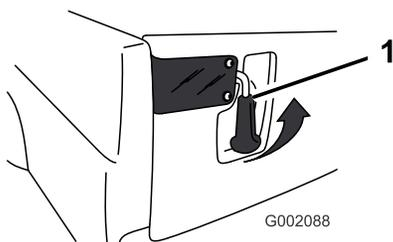

Bild 20
1. Drücken Sie die Riegelgriffe nach außen und heben sie an, um die Riegel an der hinteren Bordwand zu öffnen (Bild 20). Diese schnappen dann in Richtung der Mitte der hinteren Bordwand aus. Senken Sie die hintere Bordwand langsam ab.